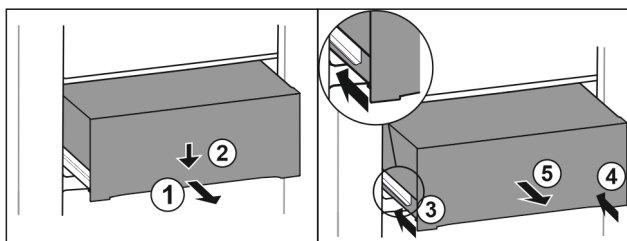

Fig. 146
- ▶ Extrageți pe jumătate sertarul. Fig. 146 (1)
- ▶ Apăsăți în jos sertarul pe partea frontală. Fig. 146 (2)
- ▶ Inșerați șina stângă aproximativ 2 cm. Fig. 146 (3)
- ▶ Inșerați șina dreaptă aproximativ 2 cm. Fig. 146 (4)
- ▶ Extrageți sertarul spre înainte. Fig. 146 (5)